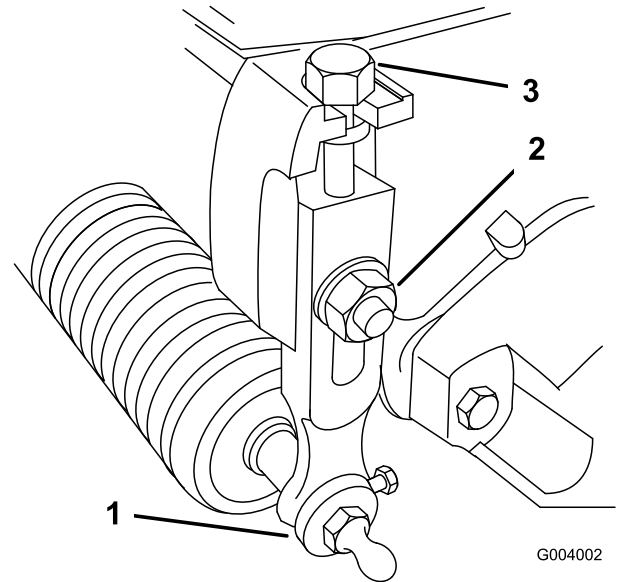

Bild 54
1. Lösen Sie die Sicherungsmuttern, mit denen die Schnitthöhenarme an den Seitenplatten des Mähwerks befestigt sind (Bild 54).